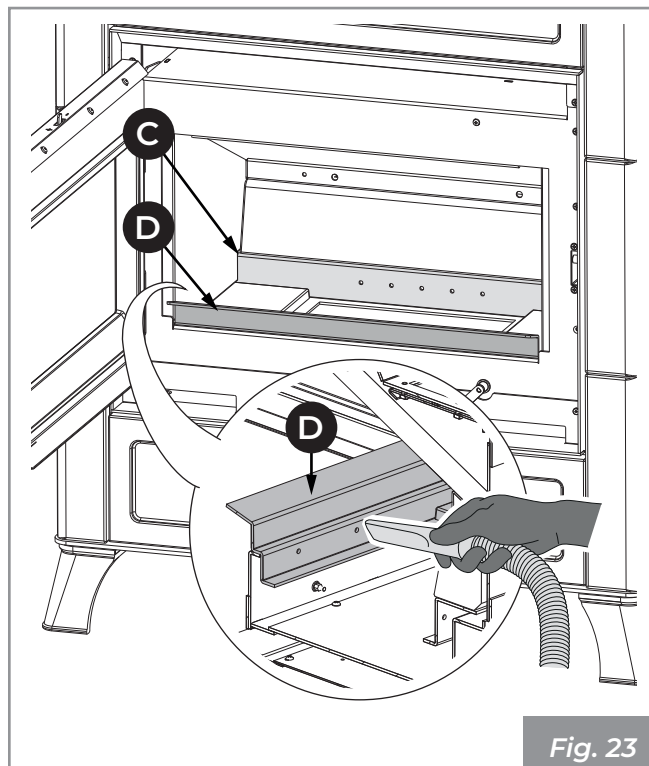

Fig. 23
- 3) Aspirare i fori posteriori (C) e anteriori (D - ove previsti) del distributore aria comburente al fine di evitare eventuali accumuli di cenere (Fig. 23).